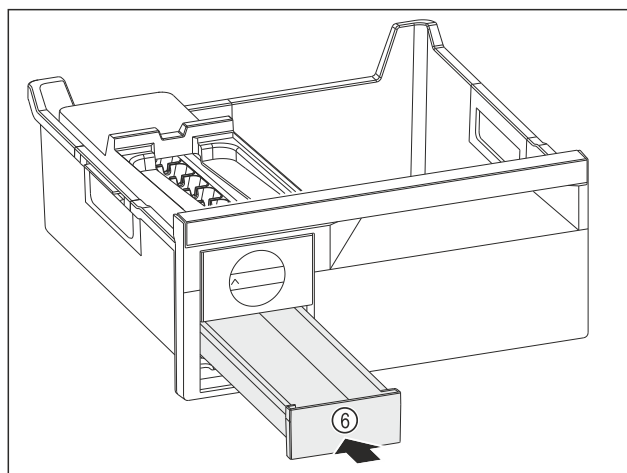

Fig. 136
- ▶ Wsunąć szufladę na kostki lodu Fig. 136 (6).